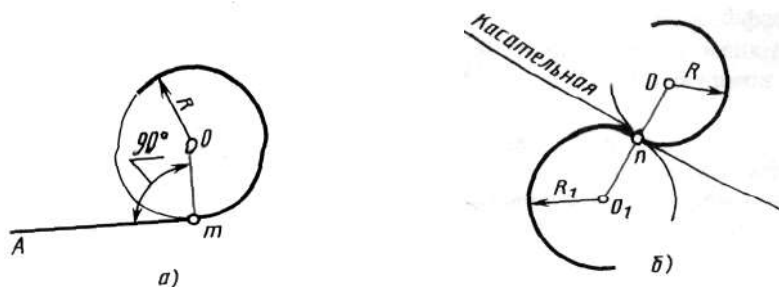

Рис.4. Положения о сопряжениях
1. Для сопряжения прямой линии и дуги необходимо, чтобы центр окружности, которой принадлежит дуга, лежал на перпендикуляре к прямой, восстановленном из точки сопряжения (рис.4 а).
2. Для сопряжения двух дуг необходимо, чтобы центры окружностей, которым принадлежат дуги, лежали на прямой, проходящей через точку сопряжения (рис. 4 б).